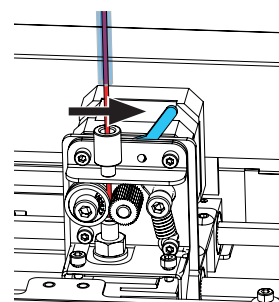

Fig. 27
- ⇒ Ahora coloque la palanca de la extrusora hacia la derecha (fig. 27).